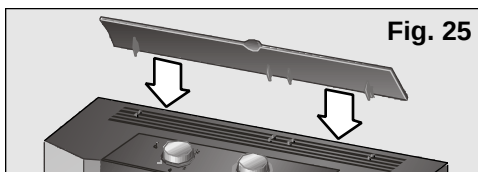

Fig. 25
- ❑ Lever l'orientateur d'air situé dans la partie supérieure de l'appareil. Sur les modèles **PA0430M**, cet orientateur d'air n'est pas monté sur l'appareil à l'acquisition. Voir **figures 25 et 26** dans la partie chauffage.
- ☐ Levez l'orientateur d'air situé dans la partie supérieure de l'appareil. Sur les modèles **PA0430M**, cet orientateur d'air n'est pas monté sur l'appareil à l'acquisition. Voir figures 25 et 26 de la partie chauffage.
- ☐ Levez l'orientateur d'air situé dans la partie supérieure de l'appareil. Sur les modèles **PA0430M**, cet orientateur d'air n'est pas monté sur l'appareil à l'acquisition. Voir **figures 25 et 26** de la partie chauffage.